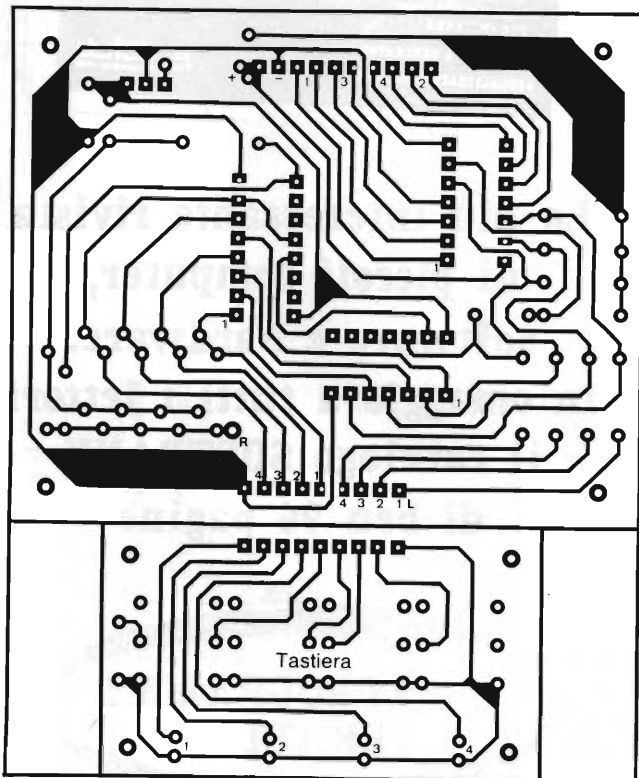

Fig. 2 - Circuito stampato per la tastiera elettronica. La parte inferiore potrà essere staccata e montata sul pannello anteriore di un apparecchio.
**Fig. 2 - Filtro attivo per l'accordo del segnale della frequenza intermedia nel TDA 7000.** Sono indicate anche le formule utilizzate per il dimensionamento del circuito rispettivamente Sallen-Key, del circuito passa-banda e del circuito passa-basso.
Fig. 2 - Schema completo di un temporizzatore, che può essere regolato per tempi fino a 15 ore ed è adatto a pilotare un carico fino a 200 W. Il temporizzatore potrà essere avviato mediante il pulsante T, od anche mediante i resistori variabili R1 ed R2, che produrranno un livello di tensione superiore alla soglia di commutazione mediante variazione del rapporto del partitore di tensione.